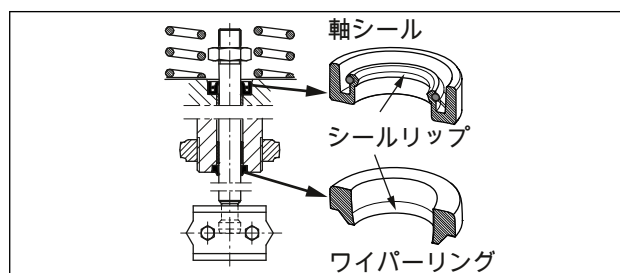

図 17: 軸シールとワイパーリングの調整
6. 適切な工具を用いて軸シールを取り付けます。軸シールを正確に調整してください (図 17 をご覧ください)。
7. 適切な工具を用いて軸シールを取り付けます。軸シールを正確に調整してください (図 17 をご覧ください)。